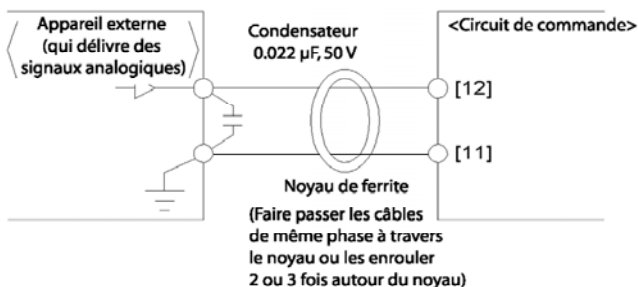

Figure 2-3-13 Exemple de prévention contre les interférences
- Si le variateur est relié à un appareil externe qui lui transmet un signal analogique, les interférences électriques générées par le variateur peuvent conduire à un dysfonctionnement. Dans ce cas, installez un noyau de ferrite (sous forme d'anneau ou autre) sur l'appareil qui transmet le signal analogique et/ou installez un condensateur présentant une bonne caractéristique de coupure entre les conducteurs des signaux de commande (voir figure 2-3-13).